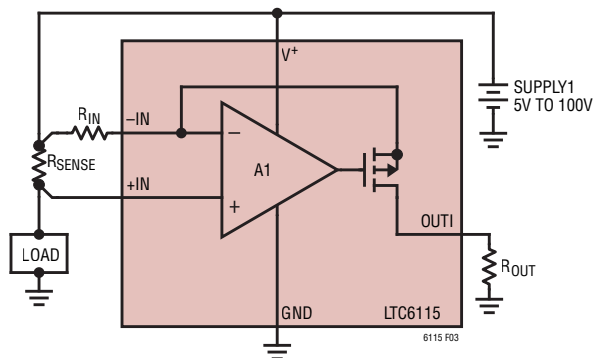

図3. 大きな負荷電流でも精度を維持するケルビン入力接続
-INおよび+IN入力の入検出抵抗への接続には、消費電力を最小限に抑えるアプリケーションを除く全てのアプリケーションで、ケルビン接続を使う必要があります。大電流を流すハンダ接続とPC基板相互接続は、それらの比較的大きな抵抗に起因して大きな計測誤差を生じさせる場合があります。1オンス銅の1つの10mm×10mmの正方形パターンは約0.5mΩです。この小さな相互接続にわずか2Aが流れることで、1mVの誤差が発生します。そのため、100mVの信号では1%の誤差の原因となります。10Aの負荷電流が同じ相互接続に流れる場合、同じ100mVの信号で5%の誤差の原因となります。検出パターンを大電流経路から分離することで、この誤差を数桁低減できます。ケルビン検出端子を備えた検出抵抗は最良の結果をもたらします。図3に、推奨する方法を示します。